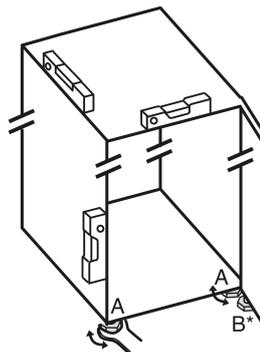

Fig. 6
- ▶ Выкрутите регулируемые опоры Fig. 6 (A) при помощи входящего в комплект поставки рожкового ключа и, используя уровень, выставьте устройство прочно и ровно по горизонтали.
- ▶ Выверните регулируемую опору Fig. 6 (B) на нижнем опорном кронштейне при помощи входящего в комплект поставки рожкового ключа до ее соприкосновения с полом.
- ▶ Поверните регулируемую опору Fig. 6 (B) еще на 90°.